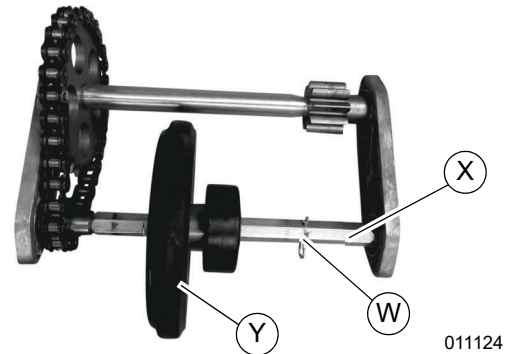

Figure 4-28. Goupille de l'arbre hexagonal
17. Voir **Figure 4-28**. Retirer la goupille (W) de l'arbre hexagonal (X).